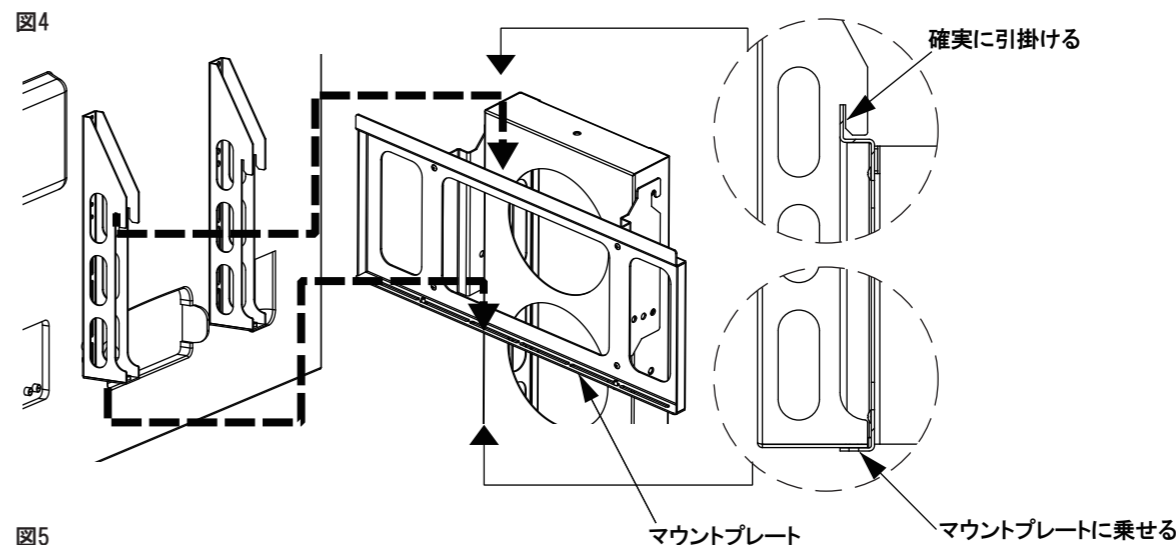

図5
- 設置後、ディスプレイ取付金具とマウントプレートを付属のドライバーでナベネジ M5×15にてしっかりと固定して下さい。(図5)